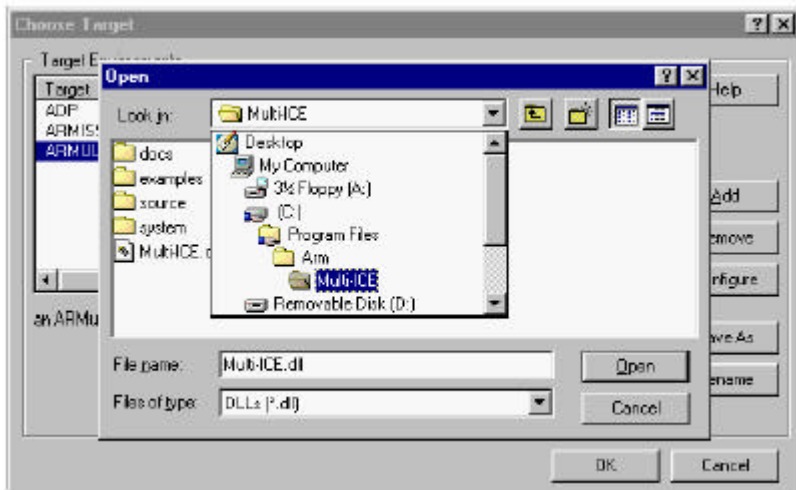

图 28 使用 AXD 选择 Multi-ICE DLL 文件
- c 找到 Multi-ICE.dll 文件，选中它，然后点击 Open 对话框，如图 28 所示。